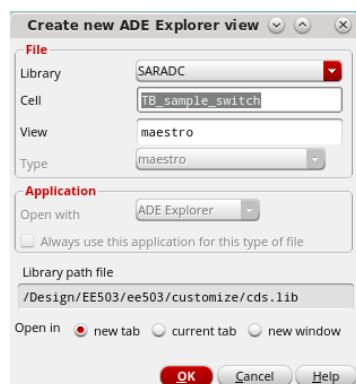

图 43 创建 ADE Explorer maestro view
2. 在弹出的如图 43 所示的对话框中。点击 OK 按钮，创建 ADE Explorer。